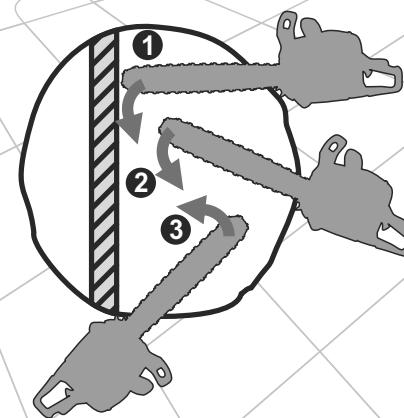

Рис. 29
1. Надежно упритесь зубчатым упором бензопилы в бревно (см. рис. 29).